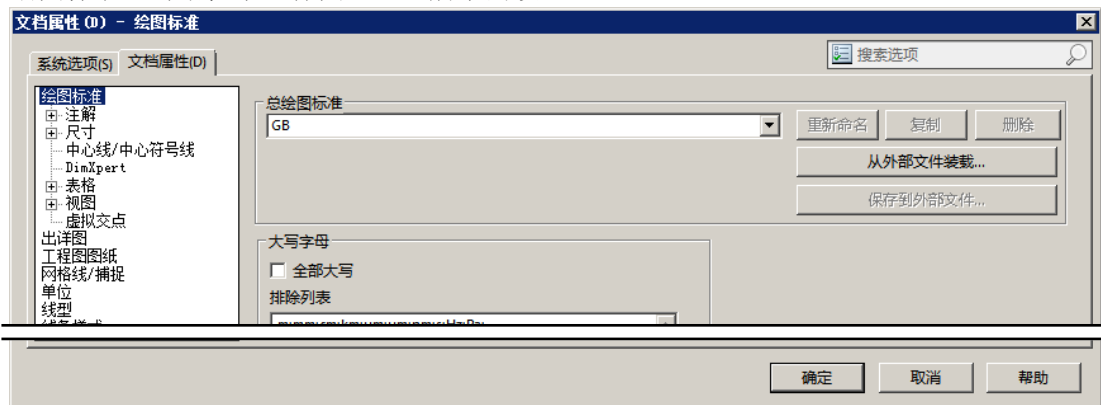

图 6.1.18 “文档属性 (D) — 绘图标准”对话框
Step2. 单击 **文档属性(D)** 选项卡, 在该选项卡的左侧选择 **绘图标准** 选项, 在“文档属性 (D) — 绘图标准”对话框中进行图 6.1.18 所示的设置。